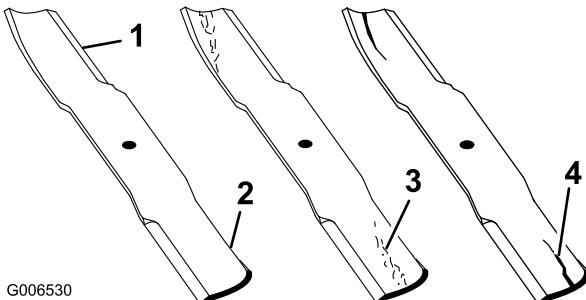

Figura 76
1. Inspeccione los filos de corte (Figura 76). Si los bordes no están afilados o tienen muescas, retire las cuchillas y afílelas. Consulte Afilado de las cuchillas.
2. Inspeccione las cuchillas, especialmente la parte curva (Figura 76). Si observa daños, desgaste o la formación de una ranura en esta zona (Figura 76), instale inmediatamente una cuchilla nueva.